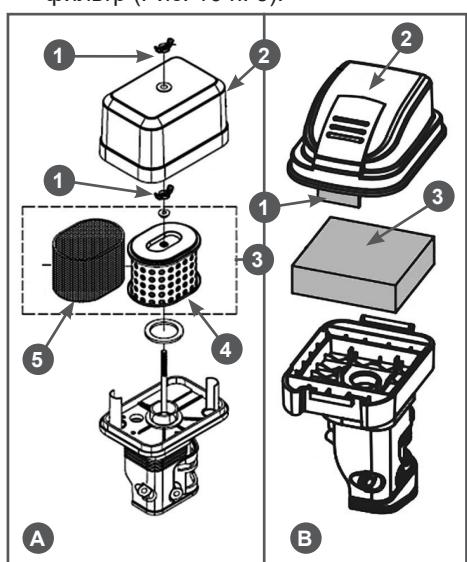

Рис. 10 Обслуживание воздушного фильтра
- го фильтра) (Рис. 10 п. 1) и снимите крышку воздушного фильтра (Рис. 10 п. 2).
- Извлеките из корпуса воздушный фильтр (Рис. 10 п. 3).
- Проверьте целостность и чистоту воздушного фильтра. Поролоновый (предварительный) фильтрующий элемент типа «А» (Рис. 10А п. 5) установлен на корпусе бумажного фильтрующего элемента (Рис. 10А п. 4).
- При незначительном загрязнении промойте поролоновый фильтр (Рис. 10А п. 5 и Рис. 10В п. 3) теплым мыльным раствором и просушите. Поврежденный или сильно загрязненный поролоновый фильтр замените.
Бумажный фильтрующий элемент (Рис. 10А п. 4) не подлежит очистке, необходима его замена. Не продувайте бумажный фильтрующий элемент сжатым воздухом, не промывайте его в бензине и других растворителях. Эксплуатация двигателя с грязным или поврежденным воздушным фильтром, или без воздушного фильтра приведет к попаданию грязи и пыли в карбюратор и двигатель, что в свою очередь, станет причиной его быстрого износа. Двигатель в этом случае не подлежит ремонту по гарантии.